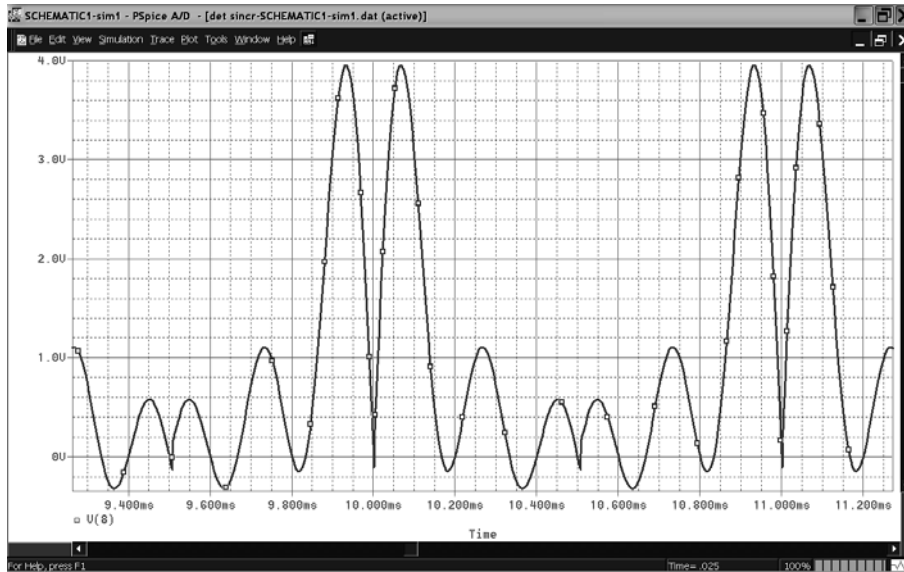

Figura 6.4.
8. Rulați aceeași analiză de regim tranzitoriu ca la punctul 3 și vizualizați tensiunile  $V(1)$ ,  $V(8)$  și  $V(9)$  (figura 6.4).